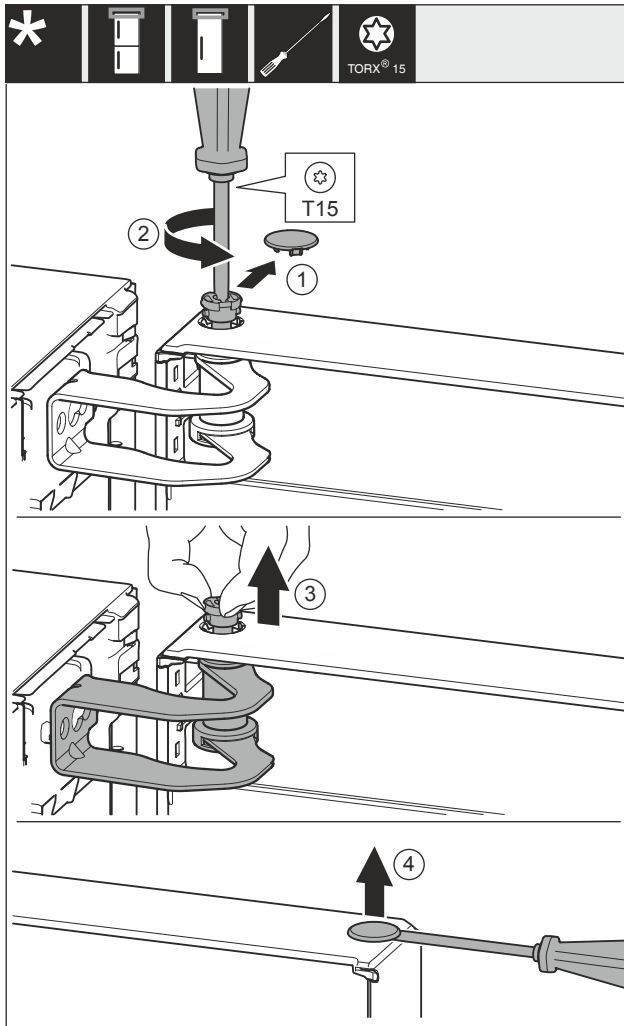

Fig. 9
- Poista kansi Fig. 9 (1) varovaisesti.
- Kierrä pulttia Fig. 9 (2) ruuvimeisselillä yhden pykälän verran ulos.
- Vedä pultti Fig. 9 (3) sormilla ulos.
- Nosta kantta Fig. 9 (4) varovaisesti ruuvimeisselillä ja poista se.